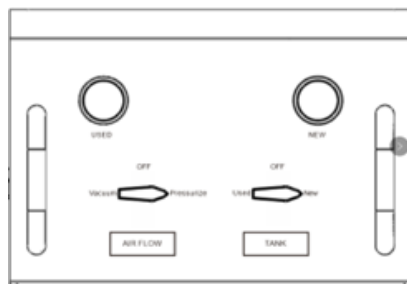

Fig 9.
à l'extérieur "TANK" « Réservoir » à la position "New" « Nouveau » (Fig. 9), ouvrez la soupape dans le réservoir de fluide neuf (bleu) (Fig. 8), puis ouvrez la soupape d'air plus haut pour ajouter de l'antigel neuf au véhicule.
l'antigel neuf dans le véhicule à travers le réservoir de trop-plein. Comme illustré ci-dessus dans les Fig.8 et Fig.9.
5. Démarrez le moteur et vérifiez le niveau d'antigel. Si le niveau d'antigel baisse, tournez la valve gauche « DÉBIT D'AIR » du panneau en position « Pressuriser », la valve droite « RÉSERVOIR » en position « Nouveau » (Fig.9), ouvrez la valve sur le tuyau du nouveau fluide (rouge) (Fig.8), puis ouvrez la valve d'air de l'atelier pour ajouter plus d'antigel neuf au véhicule.
5. Démarrez le moteur et vérifiez le niveau d'antigel. Si le niveau d'antigel baisse, tournez la valve gauche « DÉBIT D'AIR » du panneau sur la position « Pressuriser », la valve droite sur la position « Nouveau » (Fig. 9), ouvrez la valve sur le tuyau de produit neuf (rouge) (Fig.8), puis ouvrez la valve d'air de l'atelier pour ajouter plus d'antigel neuf au véhicule par le biais du réservoir de trop-plein du véhicule.